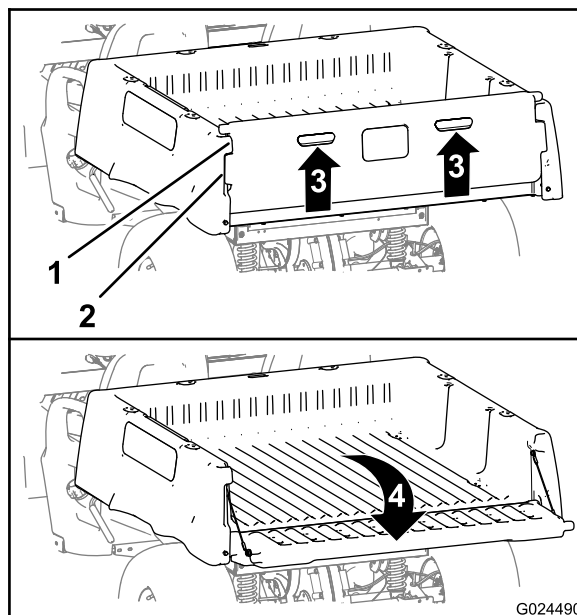

Рисунок 20
2. Поднимите захваты на задней панели откидного борта (Рисунок 20).
3. Совместите фиксирующие фланцы заднего откидного борта с отверстиями, расположенными между фланцами грузового кузова, предназначенными для откидного борта (Рисунок 20).
4. Поверните откидной борт назад и вниз (Рисунок 20).
6. Переместите откидной борт вверх и вперед так, чтобы фиксирующие фланцы откидного борта были заподлицо с его гнездом в грузовом кузове (Рисунок 20).
7. Опустите откидной борт до его посадки в задней части грузового кузова (Рисунок 20).